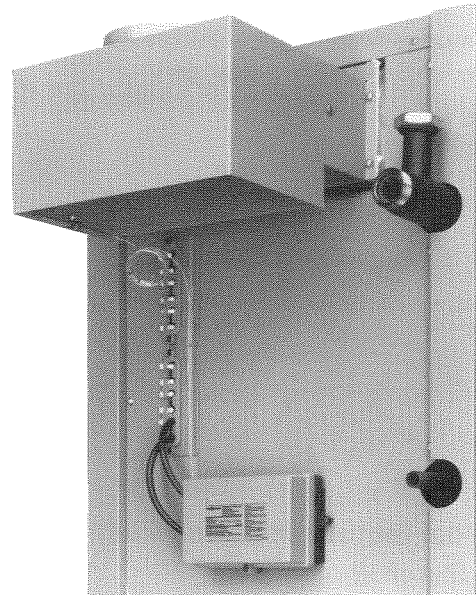

Abb. 5
1. Abgasüberwachungseinrichtung mit den beiliegenden Schrauben an das Hinterblech anschrauben (Abb. 5).
2. Abgastemperaturfühler in die Schelle stecken und nach Abb. 5 ausrichten.